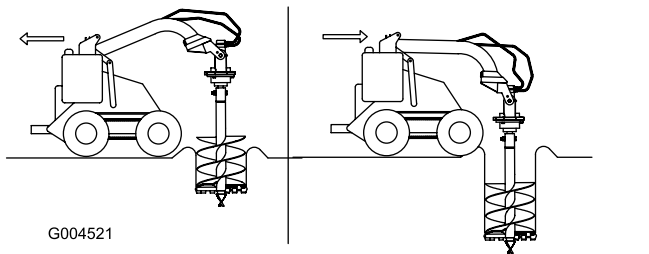

图 10
- 随着土壤变得松散缓慢降下螺旋钻。随着挖掘的深入可根据需要向后或向前移动主机以保持螺旋钻为垂直状态图 10。